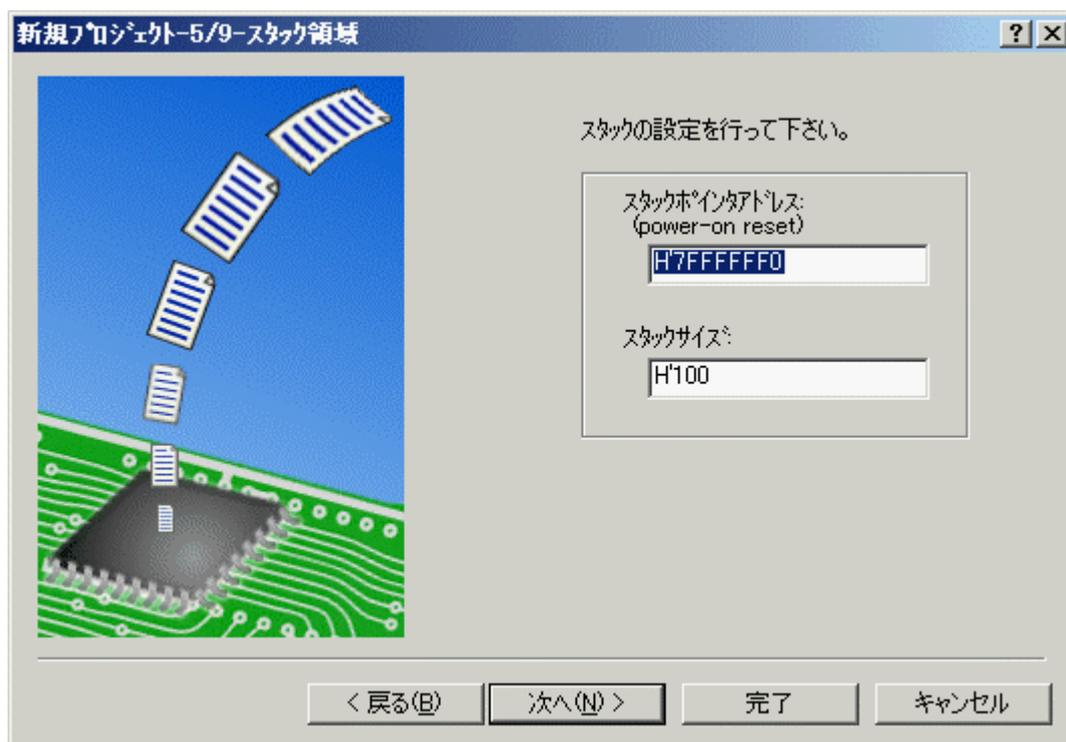

図 2.6 スタック領域設定画面 (Step5)
Step4画面で [Next >] をクリックすると、図 2.6に示す画面を表示します。この画面で、スタック領域を設定します。スタック領域として設定する値の初期値は、Step1画面の [CPU Type:] により異なります。